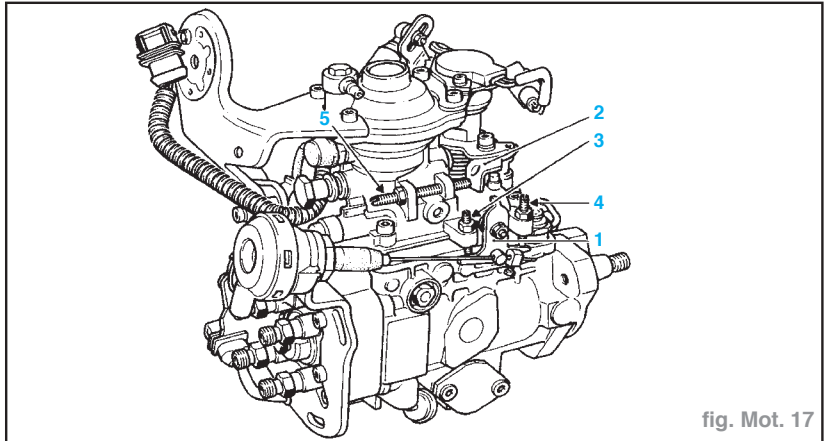

fig. Mot. 17
RÉGLAGE DU RALENTI ET DU DÉBIT RÉSIDUEL (ANTICALAGE) (fig. Mot. 17)
- Mettre le levier de ralenti séparé (1) en appui sur la vis de ralenti accéléré (4), puis ajuster le régime à **850 ± 25 tr/mn** à l'aide de cette vis (4) (fig. Mot. 17)
- Lorsque les réglages précédents sont effectués, il sera nécessaire de régler la longueur de l'amortisseur, levier de charge (2) en appui sur la vis de débit résiduel (5) (fig. Mot. 17)